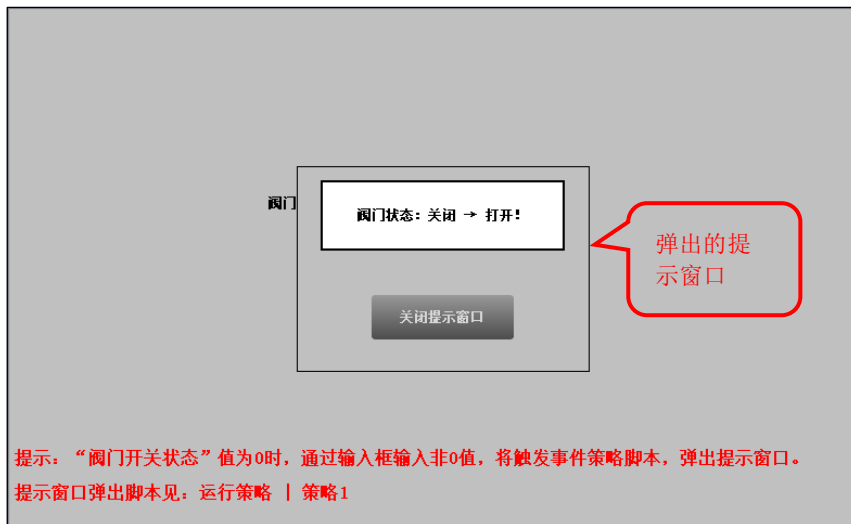

图 2.5-8 提示窗口弹出
- ⑨ 最后在工作台双击启动窗口 **窗口0**，并在【窗口0】添加输入框，关联变量【阀门开关状态】(用于工程运行时演示提示窗口弹出效果)，输入框变量关联方法参考进阶篇章 2.2.2。
- ⑩ 完成以上步骤，运行工程，通过【窗口0】中的输入框将变量“阀门开关状态”先赋值“0”，再赋值为非0，可触发事件策略“策略1”中组态的脚本“用户窗口.提示窗口.Open()”，打开【提示窗口】，如图 2.5-8 所示：